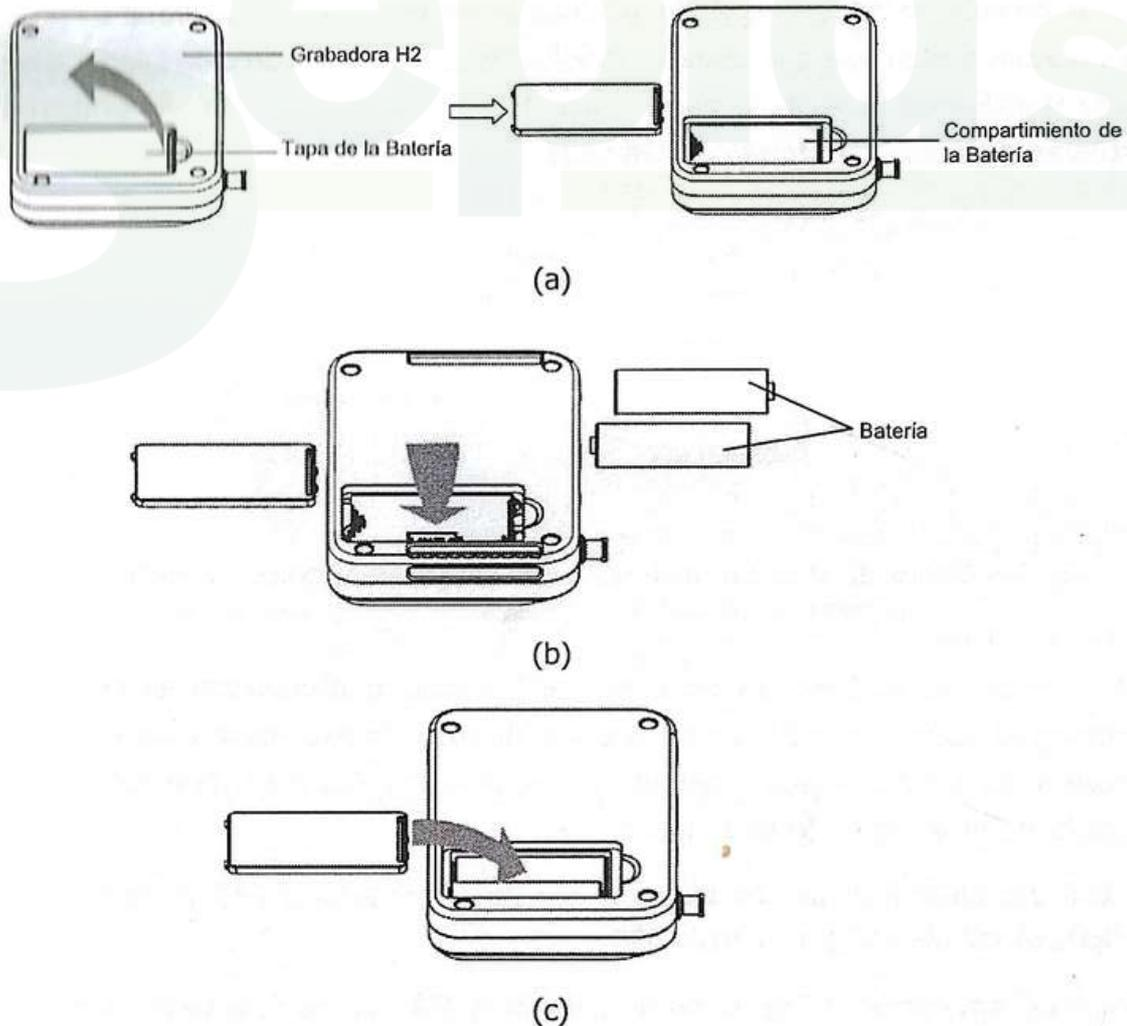

Fig. 9-3 Instalación de la batería
- (1) Abra la **Tapa de la Batería** en el reverso de la **Grabadora H2** como se indica en la Fig. 9-3 (a).
- (2) Inserte dos piezas nuevas de **Baterías Alcalinas AA** o dos piezas de **Baterías Recargables Ni-MH AA** como se indica en la Fig. 9-3 (b) de acuerdo con el signo de electrodo positivo y el negativo en el **Compartimiento de la Batería**.
- (3) Abroche la **Tapa de la Batería** como se indica en la Fig. 9-3 (c).